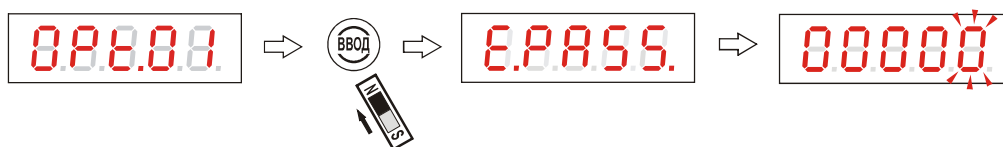

Рисунок 35 - Ввод пароля пользователя
2.8.6 Для входа в раздел настройки “OPt.1” необходимо выбрать этот раздел кнопкой «↑» и “нажать” «ВВОД». На цифровом табло примерно на 3 с появится надпись “E.PASS.”, а потом – приглашение ввести пользовательский пароль для входа в виде комбинации из пяти цифр с выделенным миганием последним разрядом, рисунок 35: